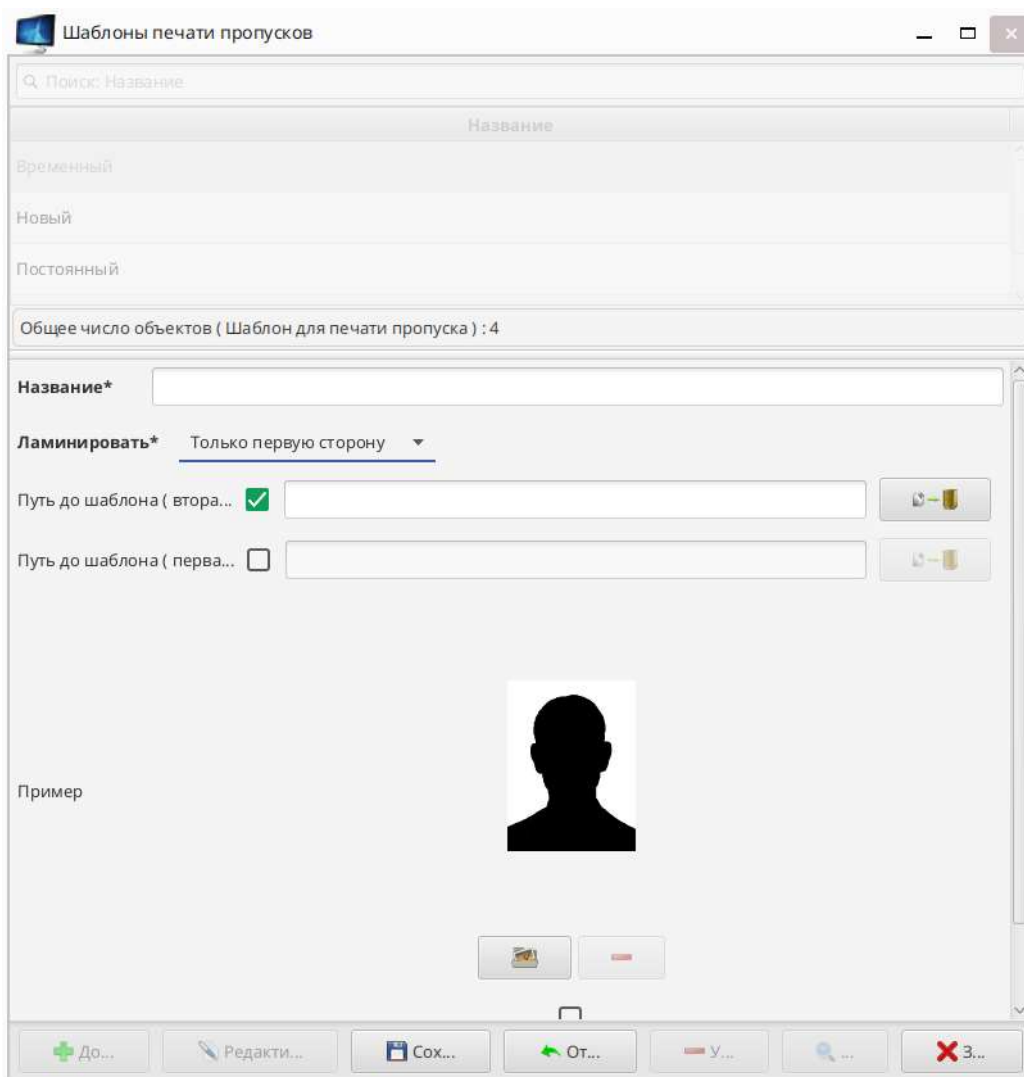

Рис. 120
1) нажать кнопку « Добавить», в поле «Имя» ввести имя шаблона пропуска (Рис. 120), указать ламинирование каких сторон пропуска необходимо;